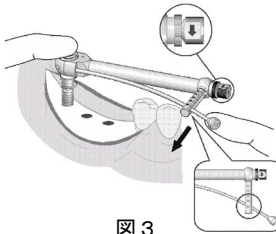

図 3
- ② アダプターDA/CHの把持口にドライバーアタッチメントまたは専用器具と連結させる。
- ③ ディスクの中心を軽く押さえ、ビーム先端のノブのみを把持し、矢印の方向に回転させる。この際、たわんだビームの位置に対するスケールの目盛りからトルク値を読み取る。（図 3）